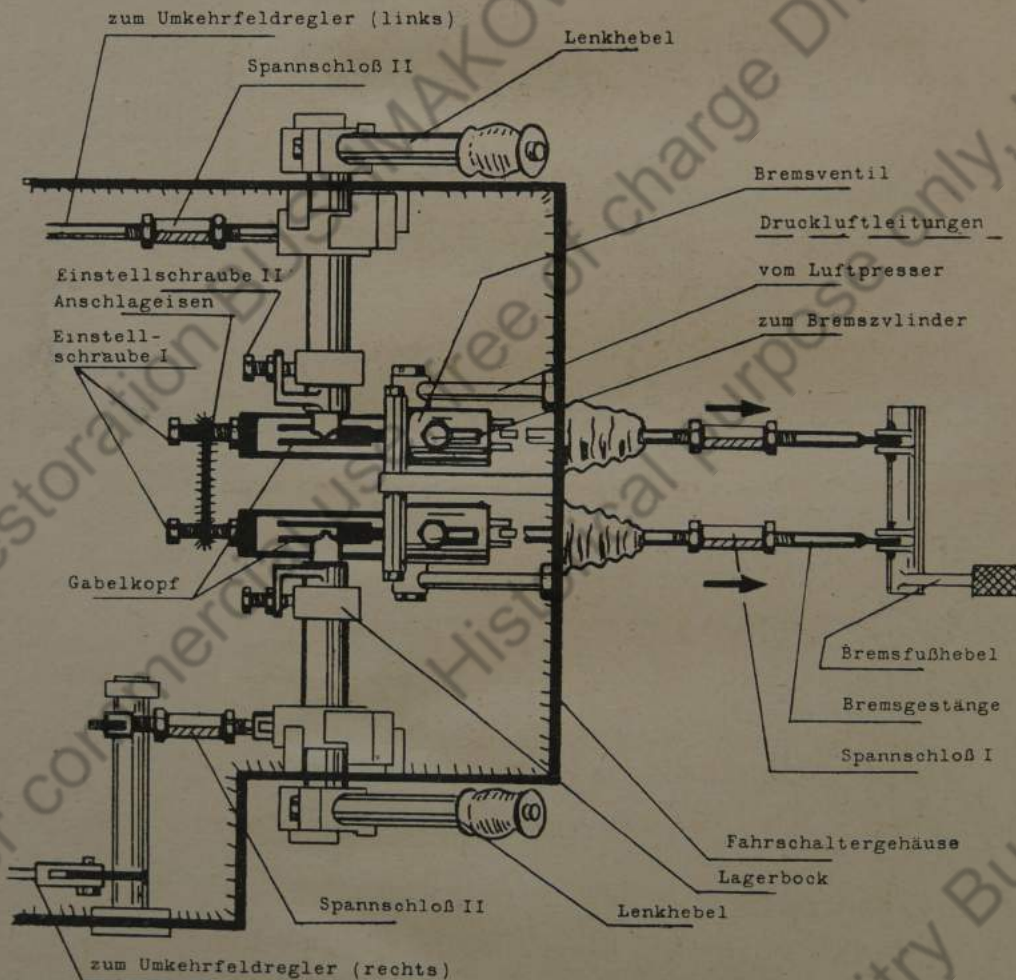

Bild 72 Brems- und Schaltgestänge im Fahrschalter
39. Einstellen des Fuß-Bremsgestänges, Bild 72, 73